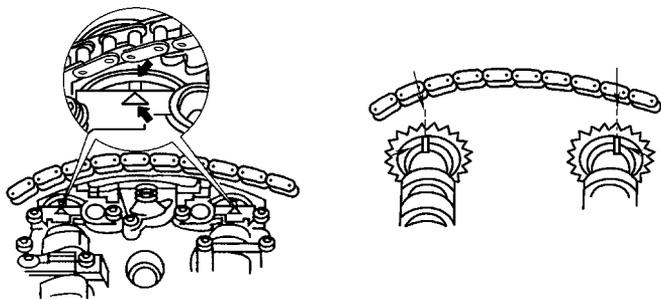

图 6-5 典型的点火正时对正标记
2) 没有对正点火正时。发动机在更换正时传动带时，没有对正点火正时。典型的点火正时对正标记见图 6-5。